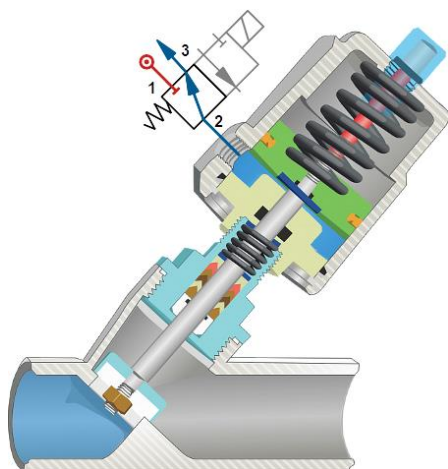
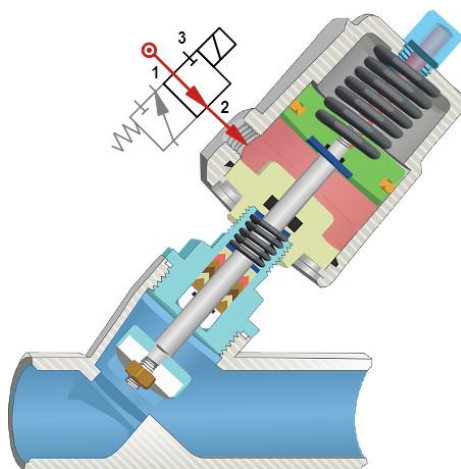
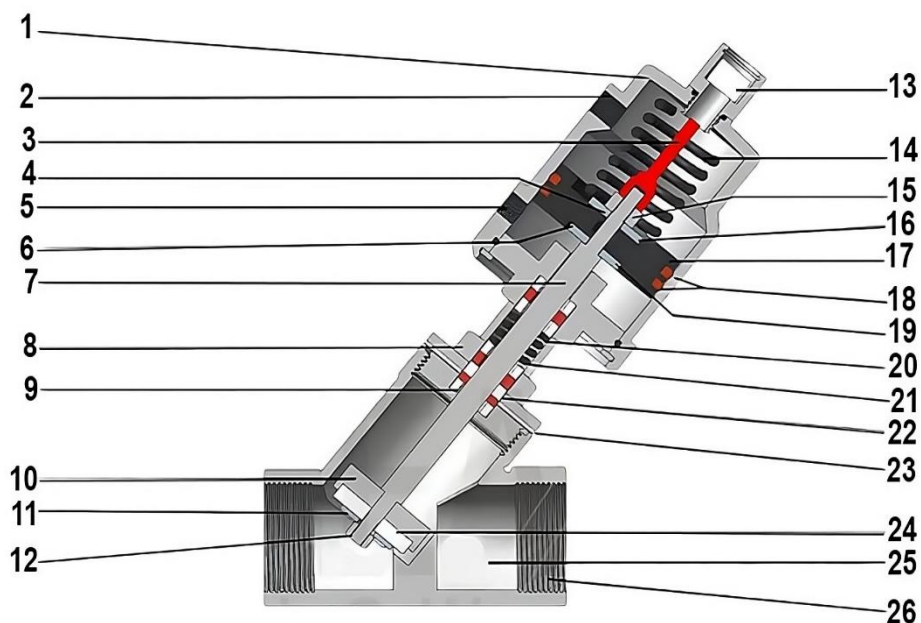
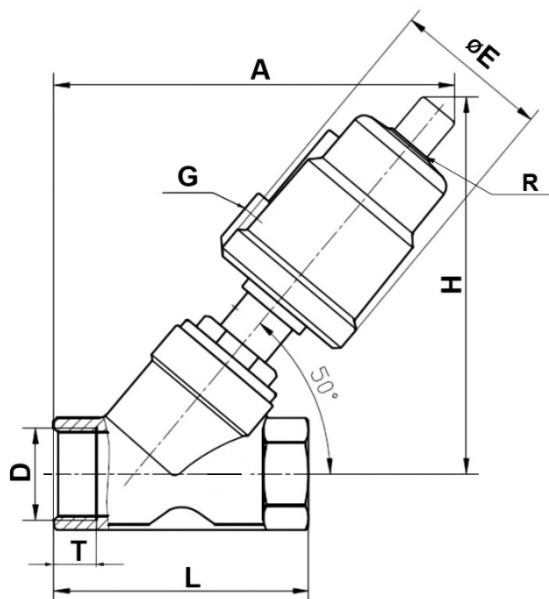

Рисунок 1 - Клапан в закрытом состоянии
Рисунок 2 - Клапан в открытом состоянии
Рисунок 3 - Деталировка
Рисунок 4 – Размеры
1.3. Принцип работы (для ознакомления). Срабатывание клапана происходит за счёт давления сжатого воздуха, подаваемого в пневмопривод, а возврат в исходное положение — за счёт силы упругой деформации пружины, сжимающейся при срабатывании клапана. Клапаны с пневмоприводом одностороннего действия нормально закрытые (НЗ). Это обозначает что в исходном состоянии (см. рисунок 1) клапан закрыт и не пропускает рабочую среду. Для открытия клапана необходимо подать сжатый воздух в воздушный порт 1 (см. рисунок 3) пневмопривода клапана. Это приводит к перемещению поршня вместе с прикрепленными к нему штоком и диском. В результате клапан открывается и пропускает рабочую среду от входа к выходу (см. рисунок 2). Для возврата в исходное состояние достаточно сбросить воздух из пневмопривода в атмосферу.
5.14. В верхней части пневмопривода клапана имеется внутреннее резьбовое отверстие (рис.4, поз. R) с установленным съемным индикатором положения (рис. 3, поз. 13). Вместо индикатора возможна установка дополнительных аксессуаров (например - пневмопозиционера). Тип и размер резьбы указаны в таблице 3.